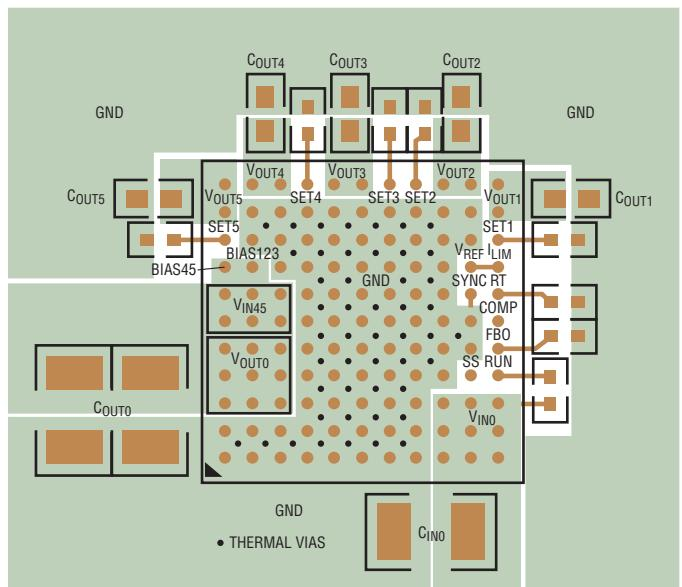

図6. 外付け部品、GND プレーン、サーマル・ビアの推奨レイアウト
PCB レイアウトに関する頭痛の種のほとんどは、LTM8001による高度の集積化によって軽減されるか、解消されました。とはいえ、LTM8001がスイッチング電源であることから、EMIを最小限に抑えて正しい動作を保証するには注意を払う必要があります。高度に集積化されていても、レイアウトが無計画だったり不適切だったりすると、規定された動作を実現できないことがあります。推奨レイアウトを図6に示します。接地とヒート・シンクに問題がないことを確認してください。注意すべきいくつかのルールがあります。
6. ビアを使って、GND銅領域をボードの内部グランド・プレーンに接続します。これらのGNDビアを多数分散配置して、プリント回路基板の内部プレーンへの十分なグランド接続と熱経路の両方を与えます。図6のサーマル・ビアの位置と密度に注意してください。図の位置に置かれた内部GNDプレーンへのビアがLTM8001の放熱に有利であるのは、デバイス内部の電力を処理する部分がこの場所の近くに配置されているためです。サーマル・ビアの最適個数はプリント回路基板の設計に依存します。例えば、非常に小さなビア孔を使う基板では、大きな孔を使う基板に比べて使用するサーマル・ビアの数を増やします。